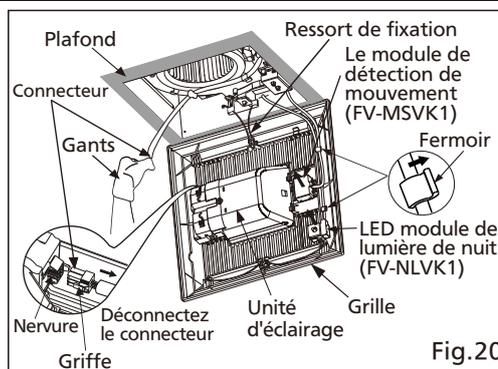

Fig.20
1. Retirez la grille en abaissant un ressort de fixation. Déconnectez le connecteur, puis abaissez l'autre ressort de fixation. (Pour les modèles Plug-in FV-MSVK1 ou FV-NLVK1: Déroulez le ressort de montage que sans câble de mise passé côté, et déposer le capteur de mouvement ou de LED module de lumière de nuit, comme indiqué sur la Fig.20) (Pincez le ressort de fixation et abaissez-le doucement.)